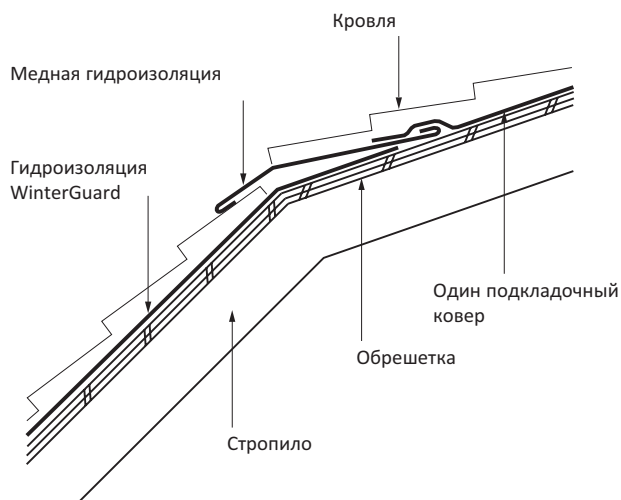

Рис. 6-24
2. КАПЕЛЬНИК ИЛИ ЖЕЛОБ: Уложите кровельные гонты на нижней части крыши до места стыка и отрежьте лишнюю часть кровельных гонтов по стыку настила. Уложите подкладочный ковер водонепроницаемого типа, например, WinterGuard™, на этот стык плоскостей настила для создания водонепроницаемого барьера. Водонепроницаемый подкладочный ковер должен быть уложен непосредственно в верхней части крыши и заходить на кровельные гонты в нижней части крыши приблизительно на 12 см. Установите окрашенную подпорную доску 25х150 мм (водонепроницаемый подкладочный ковер должен быть полностью закрыт этой доской) на самом вершуге нижней части крыши, и затем установите на этой доске либо капельник, либо желоб. Уложите кровельные гонты до верхней плоскости стандартным способом укладки, позволяя начальным кровельным гонтам и кровельным гонтам первого ряда выступать над капельником или желобом примерно на 13–19 мм. См. Рис. 6-24 ниже.